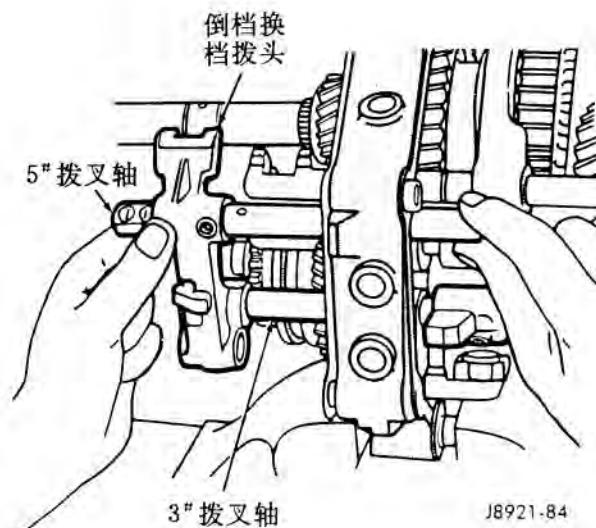

图 84 安装倒档换档拨头
(12) 组装倒档换档拨头和 5# 拨叉轴。
(13) 把 5# 拨叉轴安装到中间隔板上, 同时使倒档换档拨头套在 3# 拨叉轴上(图 84)。